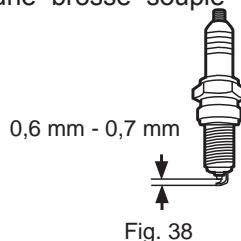

Fig. 41
- > Débrancher la bougie d'allumage du raccord (1)
- > Desserrer la bougie d'allumage avec la clé universelle (43) et enlevez-la délicatement.
- > Vérifiez l'écartement de la bougie. Il devrait être entre 0,6 - 0,7 mm (Fig. 41).